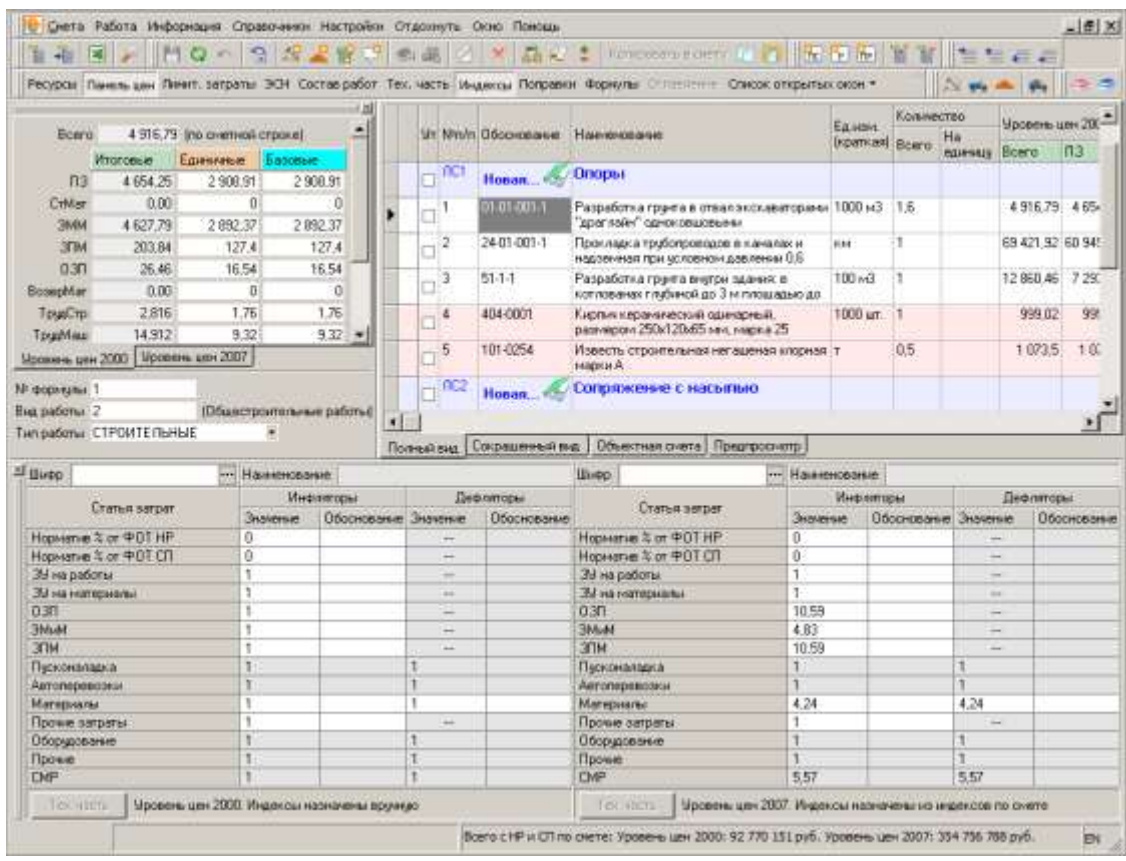

Рис. 6. Расценка в локальной смете "Опоры", из строительного сборника. Индексы назначены.
- **Для расценок** – только при добавлении в локальную смету “Опоры” - автоматически к отдельным статьям затрат расценки, при условии, что расценки из строительных сборников, и при условии, что расценки являются строительными или прочими работами (см. рис. 6 - 9);